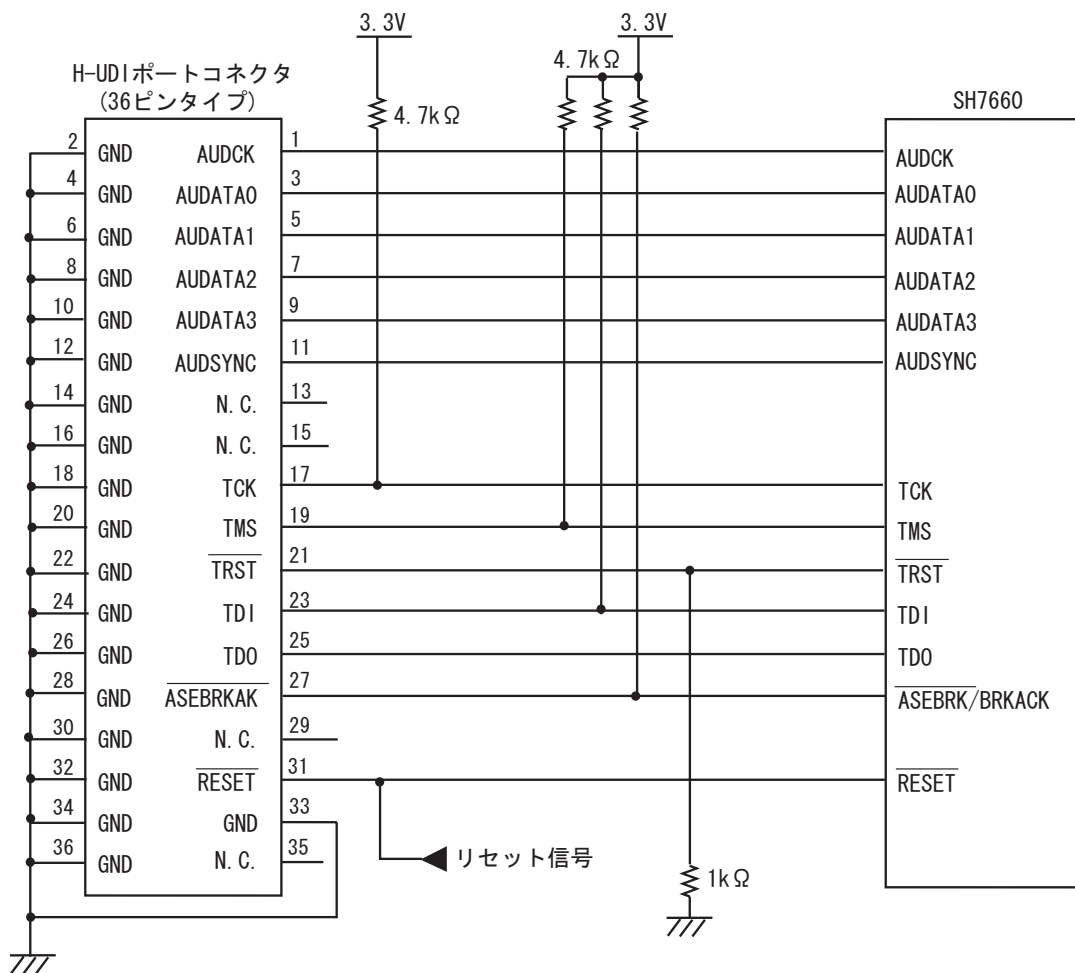

図 1.5 E10A 使用時の H-UDI ポートコネクタ - チップ間の推奨接続例(36pin タイプ)
E10A エミュレータ使用時の H-UDI ポートコネクタ(36 ピンタイプ)とチップ間の推奨接続例を図 1.5 に示します。
7. 図 1.5 に記載されている抵抗値は、推奨値です。